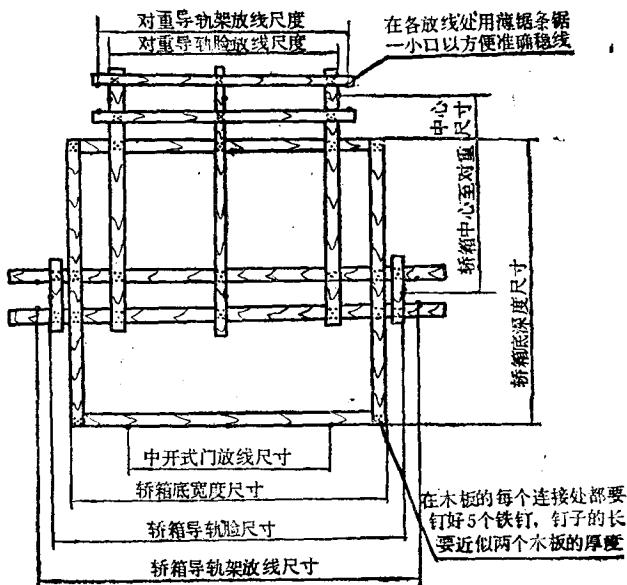
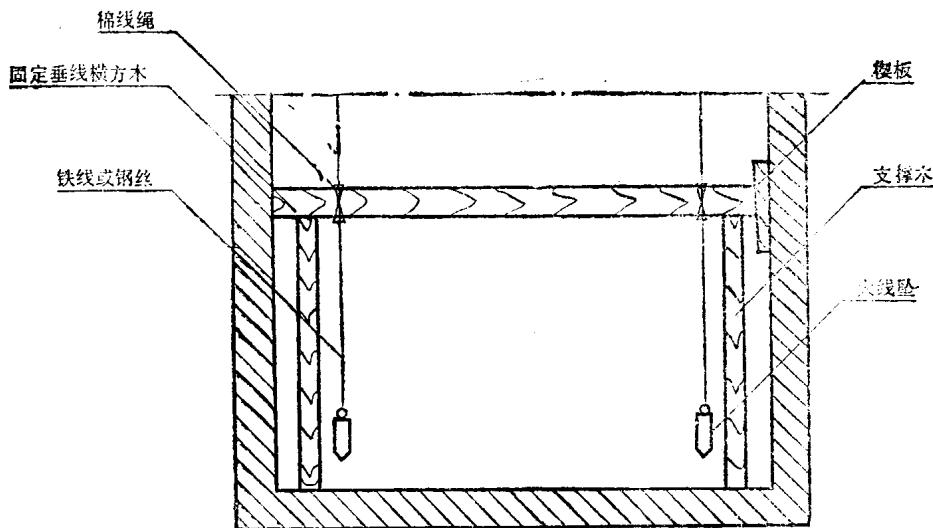

图 4
图 8
按照本电梯平面图上的尺寸, 钉制出牢固准确的样板, 如图4。样板的木料要用不易变形的干燥木料制成, 四面刨光并要求平直, 提升高度20m以下的楼房, 木板的厚度不小于25mm, 宽度不小于80mm; 提升高度大于20m并在40m以下的楼房, 木板的厚度不小于35mm、宽度不小于100mm。楼房越高木板的厚度、宽度都应相应加大, 必要时可采用角钢制成, 以免样板弯曲变形影响尺寸的准确。样板制作后, 在各放垂直线点的位置划一横线, 并用薄锯条锯一小口, 同时在旁边钉一个小钉子, 以备放垂直线和固定线用。样板上各点位置的尺寸公差均为 $\pm 0.15\text{ mm}$ 。
棉线绳绑在横方木上，如图 8 所示，然后再反复核对一下尺寸是否正确。
(6) 安装缓冲器底座槽钢 将轿厢导轨和对重导轨缓冲器的槽钢按图纸规定的位置放入梯井底坑内，并校正成水平，其水平误差不得超过1/100。槽钢两端角钢的中心必须垂直于两边导轨架的中心。
(7) 安装导轨 在安装导轨之前，应在电梯井道上方，电梯机器房楼板的下边牢固地悬挂一个滑轮作为吊升导轨之用。绳索应预先检查好，必须具有足够的强度，方可沿着导轨架由下而上地开始安装导轨。导轨两头销孔必须清洗干净，导轨底部应压在槽钢上并与槽钢两端的角钢用螺丝紧固。每个导轨架与导轨的连接处都用螺丝略加旋紧，待校正完毕后，再充分紧固。校正导轨时，须在样板上放一根距导轨脸小于2mm的垂直铁线，并在底坑中准确地稳固在木架上（如图4和图8）。